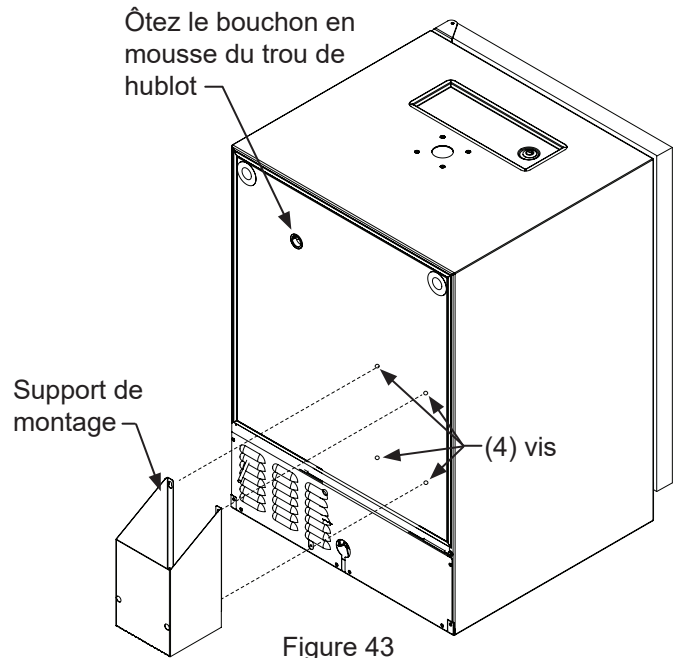

Figure 43
Placez les (4) vis à métaux (N° 10-32 x $\frac{3}{4}$ po à tête plate) fournies avec le support à l'arrière de l'appareil (Voyez la Figure 43). Ne les serrez pas à fond. Accrochez les trous en fente des brides du support par-dessus ces quatre vis, puis serrez-les bien pour maintenir le support au dos du meuble. Le support peut aussi être fixé sur un meuble adjacent en utilisant les vis à bois N° 10 de $\frac{3}{4}$ po fournies.
Les bouchons d'isolation en mousse fournis dans les hublots sont **CRITIQUES** pour le bon fonctionnement de l'appareil, et empêchent la formation de buée pouvant l'endommager ainsi que son contenu. Masquez toujours le hublot de la conduite de gaz (Figure 43) avec les bouchons d'isolation fournis une fois que toutes les conduites ont été correctement installées.